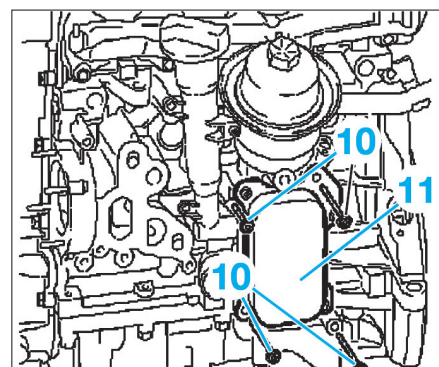

FIG. 61
- les 4 vis (10) puis l'échangeur eau/huile (11) (Fig.61),